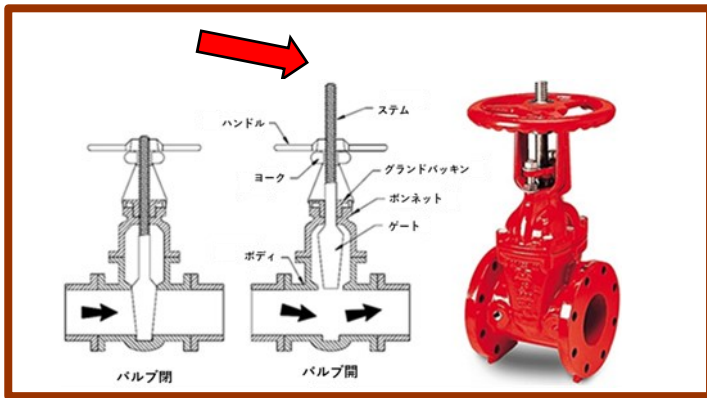
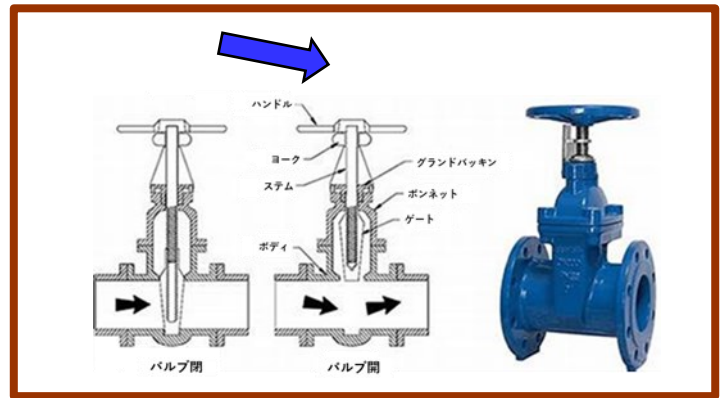

図1: 外ネジ式ゲートバルブ
図2: 内ネジ式ゲートバルブ
油槽所では、廃水処理施設の雨水調整池につながる防油堤の排水バルブに外ねじ式（図1）と内ねじ式（図2）の両方が使用されていた。外ねじ式バルブはハンドルの上に出ているステム（赤矢印）が見えるのでバルブの開閉状態が容易に判る。内ねじ式バルブはバルブの開閉状態が目視で判るようにはなっていない（青矢印）：ゲートが上がっていても、ステム（軸）はハンドルの上に出てこない。防油堤の排水用内ねじ式バルブは回してみなければ、実際のバルブの開閉状態は分からなかった。
- ゲート弁にはよく似た二つの型式がある。（図1と図2）